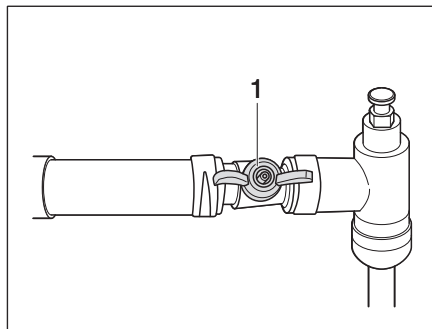

Bild 299 Avstängningsventil Alde, öppnad
- Ställ avstängningsventilen (Bild 299,1) på tvären mot rörledningen.
- Ställ avstängningsventilen (Bild 299,1) parallellt med rörledningen.